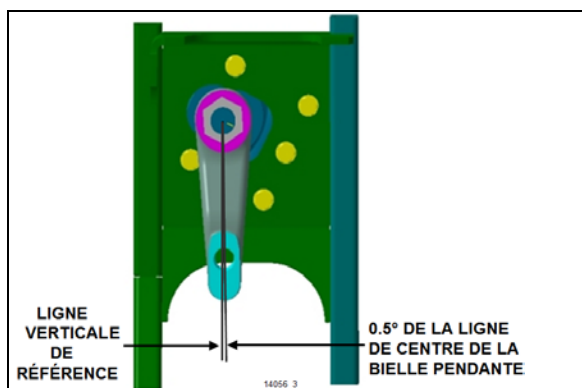

FIGURE 35: ALIGNEMENT DE LA BIELLE PENDANTE IFS
4. Vérifier si la relation angulaire de la bielle pendante avec le boîtier de direction est similaire à l'illustration Figure 35.